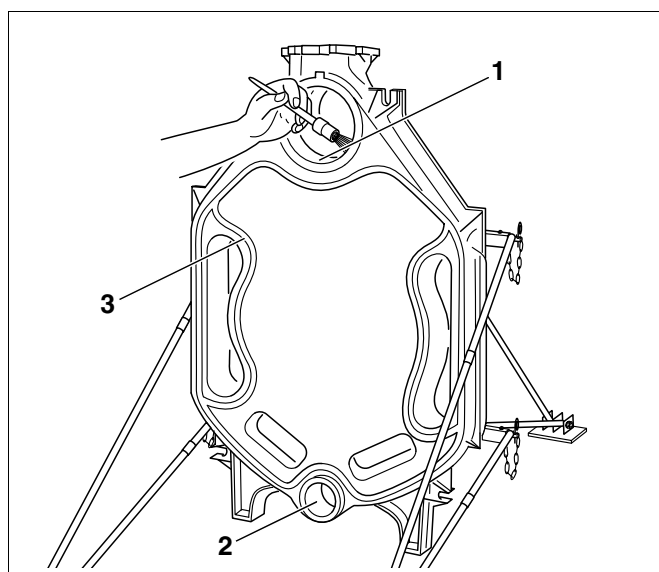

Рис. 13 Подготовка пазов для уплотнений и ступиц
- Пазы для уплотнений прочистить проволочной щеткой и ветошью (рис. 13, поз. 3).
- Очистить уплотнительные поверхности ступиц (рис. 13, поз. 1 и 2) ветошью, пропитанной бензином.